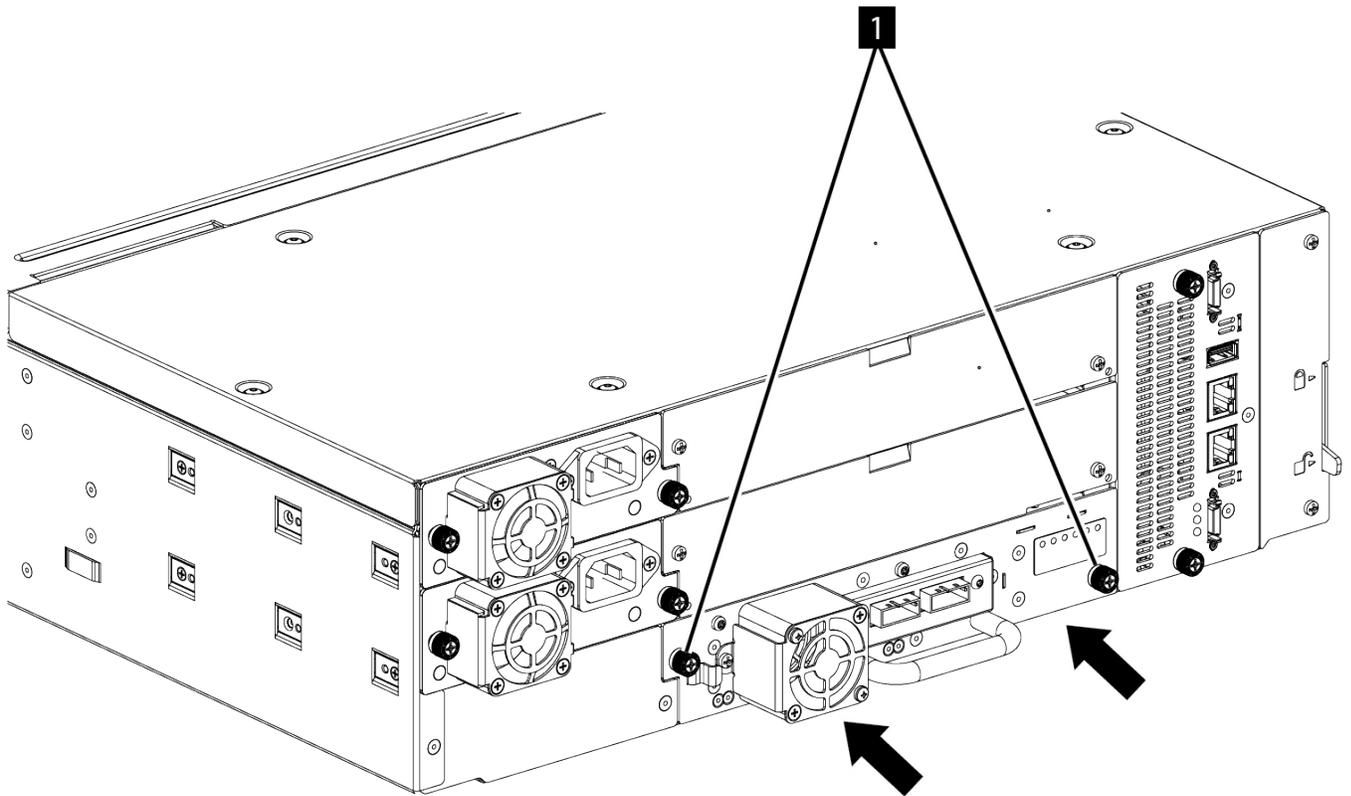

Figure 60. Installation d'une unité de bande
- Serrez les vis moletées captives (1 dans Figure 60, à la page 139) avec vos doigts jusqu'à ce que l'unité de bande soit bien fixée.